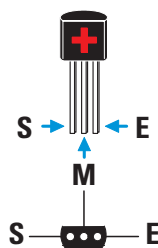

Figure 34 : Les circuits intégrés dont la référence commence par "78L" servent à stabiliser des tensions positives.
2. Les circuits intégrés de mêmes dimensions qu'un petit transistor (voir les figures 34 et 35) sont en mesure de débiter un courant maximal de 0,1 ampère.